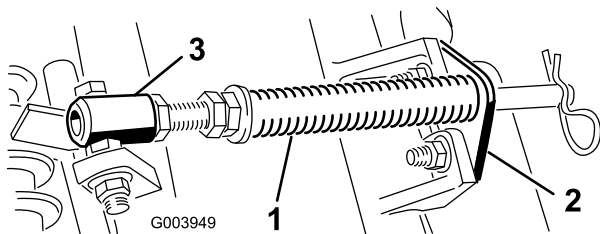

Figura 5
- A. Retire los 2 pernos de cuello cuadrado y las tuercas que sujetan el soporte de la varilla a las pestañas de la unidad de corte (Figura 5).